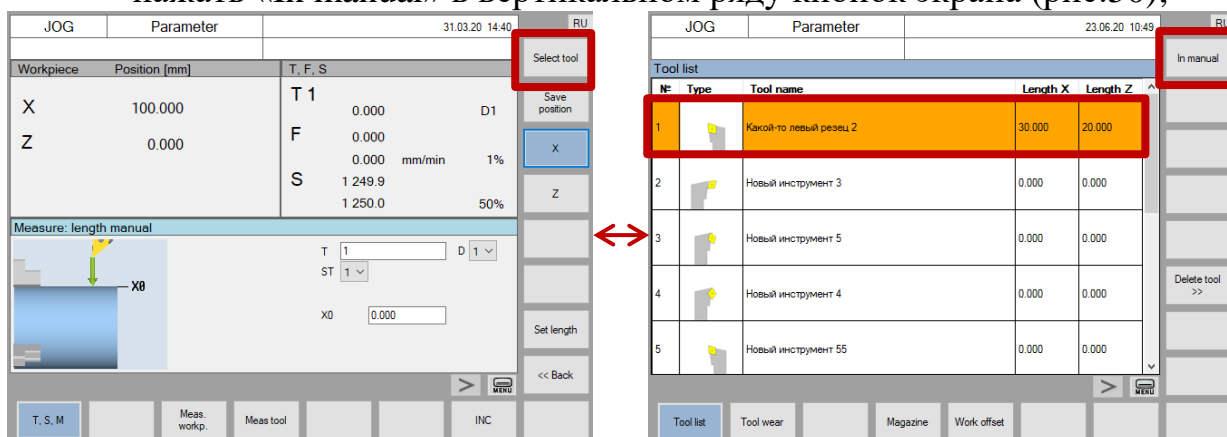

Рис.50. Выбор инструмента
- б. Нажать «Select tool» в вертикальном ряду кнопок экрана, стрелками клавиатуры пульта выбрать строку с необходимым инструментом и нажать «In manual» в вертикальном ряду кнопок экрана (рис.50);